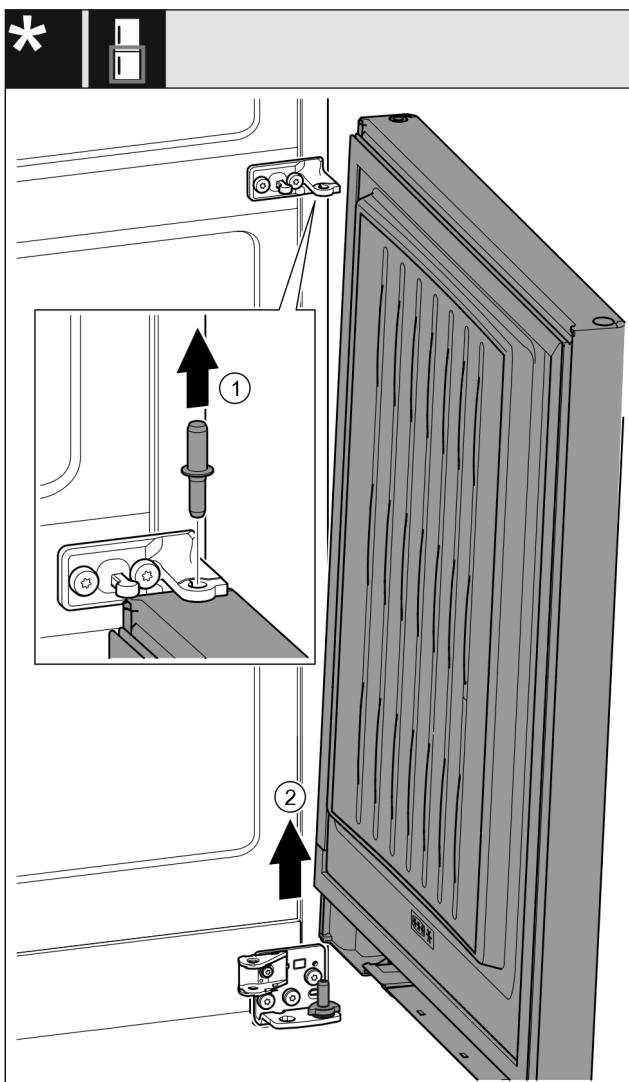

Fig. 26 \*
- 向上拉出螺栓 Fig. 26 (1)。\*
- 冰箱门 Fig. 26 (2)向外旋转，向上拉出后放在旁边。\*